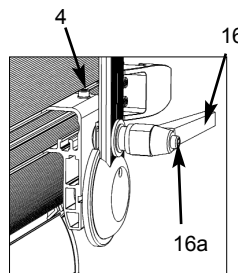

Abb. 3 / figure 3
- Bei Lieferung befindet sich der Haltebügel (2) in Ausgangsposition (Bügel umschließt Linse).
- Schrauben an der Bügelhalterung (4, Abb. 3) beidseitig mit Torx-Schraubendreher Nr. 25 leicht lösen, Bügel bis zur Linsenfassung (14) vorziehen.
- Bügelklemmhebel (16) lockern und Haltebügel nach oben schwenken.
- Zur Einstellung des idealen Schwerpunkts, Haltebügel (2) mittig zur Schwerpunkt-Markierung "Centre" (20) verschieben. Ziehen Sie dann die Schrauben an Bügelhalterung (4) wieder fest.
- Schwenken Sie nun den Haltebügel in die gewünschte Neigeposition. Klemmhebel wieder festziehen. Zur besseren Bedienbarkeit lässt sich die Ausrichtung des Klemmhebels durch Drücken des Knopfs am Klemmhebel (16a, Abb. 3) verändern.
- Den Stativzapfen (1) und das Distanzstück (1a) auf die Bohrung im Haltebügel aufsetzen, Schraube mit Scheibe und Federring eindrehen und mit Drehmomentschlüssel auf **50Nm** festziehen.
- On delivery the stirrup (2) is tilted to the front.
- Slightly loosen the screws in the stirrup bearing (4, figure 3) on both sides with the No. 25 torque wrench and pull it towards the lens door (14).
- Loosen the tilt lock lever (16) and tilt the stirrup upwards.
- In order to position the stirrup at the ideal balance point move it to the center marking (20) on the side of the lamphead. Then tighten the screws at the stirrup bearing (4).
- Tilt the stirrup to the desired angle and tighten the tilt lock lever. For better leverage, press the knob (16a, figure 3) on the tilt lock lever and turn the lever into the desired position.
- Place the spigot (1) and the spacer (1a) onto the boring in the stirrup, insert the screw with washer and spring washer and fasten it with the torque wrench to **50Nm / 37 foot pounds of torque**.